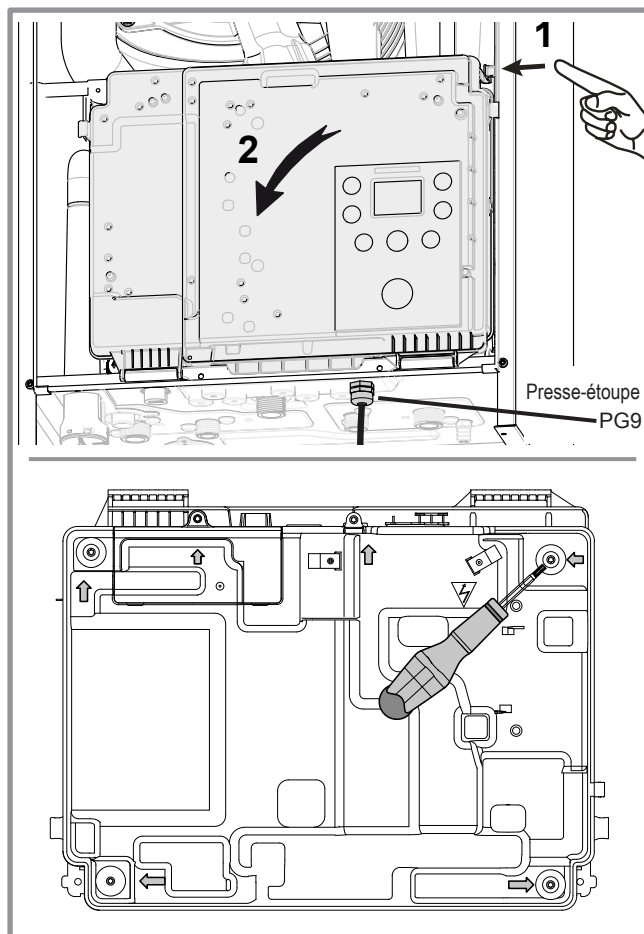

figure 34 - Accès coffret électrique
- Abaisser le coffret électrique (figure 34). Lors de l'ouverture, maintenir le coffret.